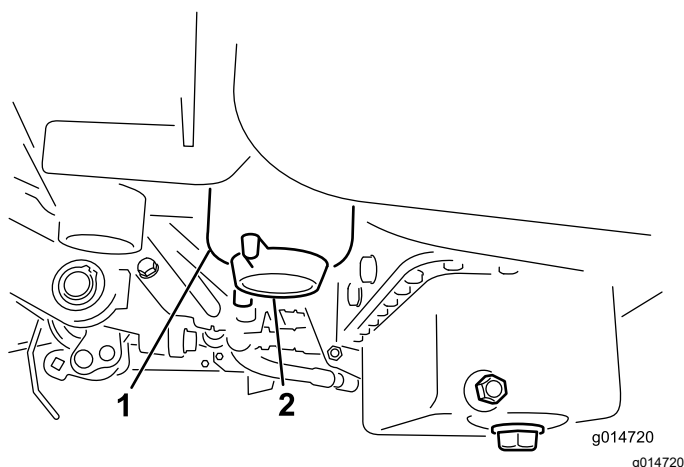

Figura 38
3. Aprite il tappo di spurgo sul filtro del carburante di circa un giro e lasciate fuoriuscire l'acqua accumulata (Figura 38).